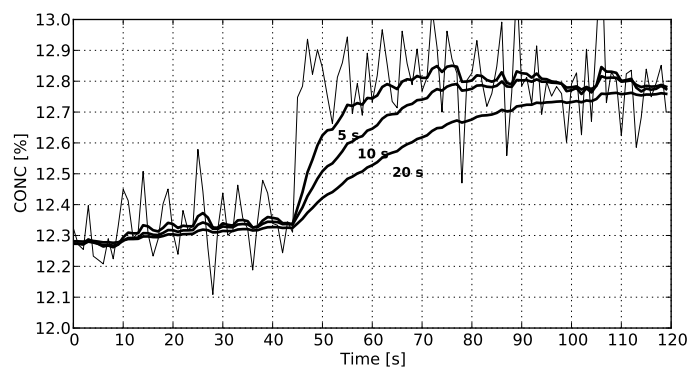

Figura 6.1 Amortecimento exponencial
Amortecimento exponencial (padrão) funciona para a maioria dos processos e é a escolha-padrão para processos lentos e contínuos. A configuração de fábrica é sempre de amortecimento exponencial, acesse o comando 3 DAMPING TYPE (*Tipo de amortecimento*) para comutar entre diferentes algoritmos de amortecimento. No amortecimento exponencial (amortecimento padrão), o tempo de amortecimento é o tempo de demora para que a medida de concentração alcance metade de seu valor final, em uma mudança de etapa. Por exemplo, se a concentração mudar de 50 % para 60 % e o tempo de amortecimento é de 10 s, demora 10 segundos para o DTR exibir concentração 55%. Um tempo de amortecimento de 5–15 segundos parece funcionar melhor na maioria dos casos, a configuração de fábrica é de 5 segundos. Use o item 4 DAMPING TIME (*Tempo de amortecimento*) do menu para configurar o tempo de amortecimento. A Figura 6.1 mostra como o tempo de amortecimento exponencial afeta a medição.